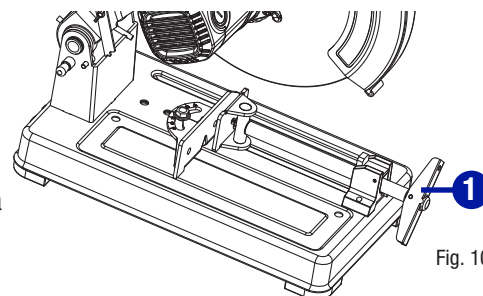

Fig. 10
- Ouvrez l'étau en faisant tourner sa poignée (1) 5 ou 6 fois dans le sens antihoraire. (Fig. 10)